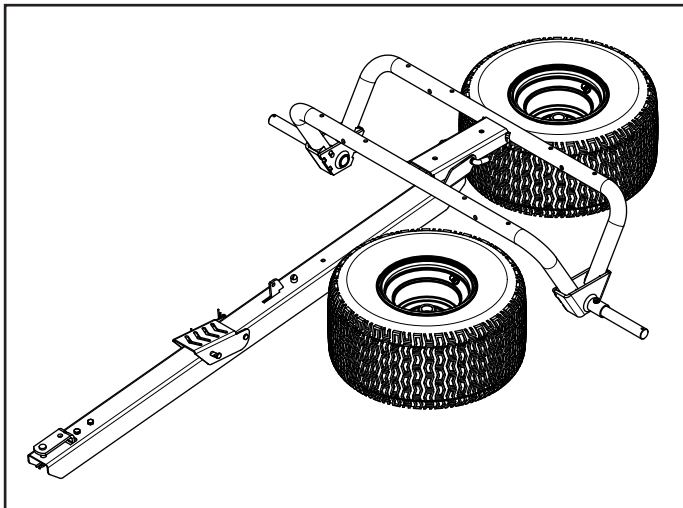

FIGURE 8
STEP 8: (SEE FIGURE 8)
1. Attacher le timon au support de roues avec l'axe de pivotement (Q) et une goupille fendue en épingle de 5/32 po (R).
ÉTAPE 8 : (VOIR FIGURE 8)